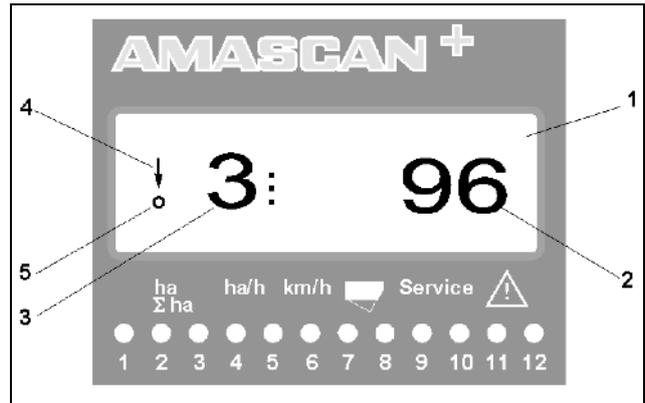

图 4
在单粒播种机的作业位置上，将在6位数显示器（图 4/1）上显示：
- 右侧 - 当前数量 [每公顷种子数]/1000 (图 4/2)。
- 左侧 (图 4/3) 显示 (数字 1、2、3 等) 在5秒钟后自动切换。将显示当前监控到的播种单元的编号。
- 一旦运动传感器 (传感器“X”) 向 **AMASCAN+** 发送脉冲，则将出现垂直的箭头 (图 4/4) 和下部闪烁的圆环 (图 4/5)。